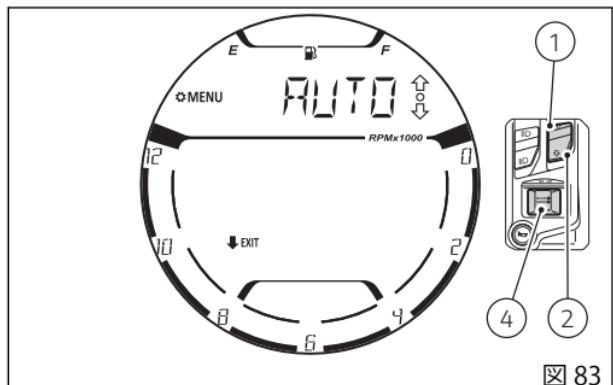

图 83
機能に入ると、現在の設定値が表示されます (図 83)。ボタン (1) および (2) を使って選択できる設定を点滅、スクロールさせて選択することができます。選択できる設定は、"AUTO"、"MANUAL" です。